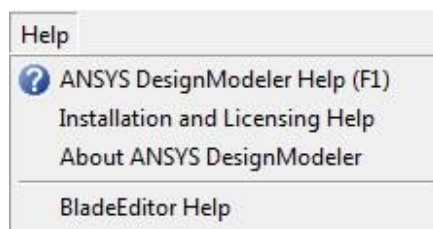

Рис. 8. Панель *Help*
- **Help** – допомога в роботі з програмним продуктом (рис. 8).